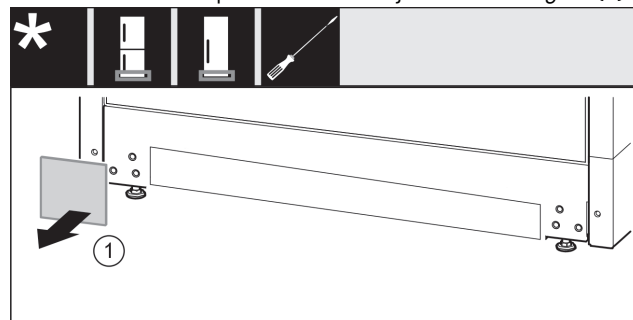

Fig. 12
- ▶ Odoberte kryt. Fig. 12 (1)